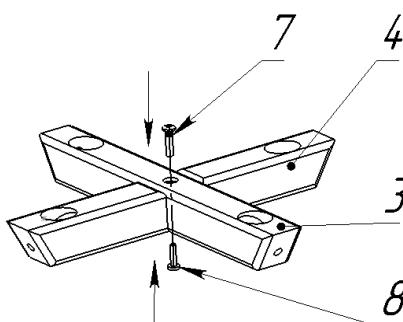

Рисунок 3.
3.3. Соединить детали крестовины (3) и (4), скрепив их винтом-стяжкой М6х25 (8) и стяжкой межсекционной М6х30 (7) с помощью ключа для конфирмата (11) и отвертки (см. рисунок 3).